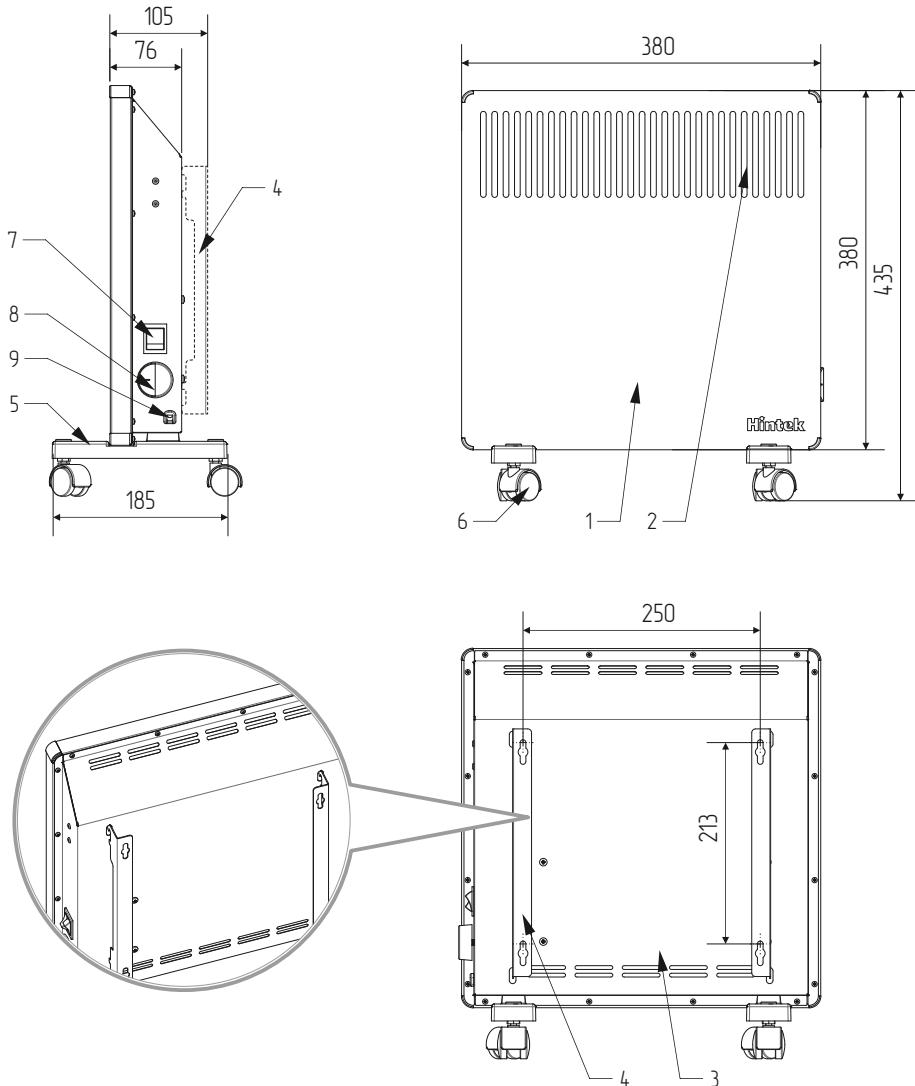

Рисунок 3.
6.3. Для настенного монтажа конвектора следует с помощью уровня и roulette (линейки) разметить на стене отверстия. Межцентровое расстояние посадочных отверстий указано на чертеже (см. рис. 3, 4).
**!** *ОБРАТИТЕ ВНИМАНИЕ на правильное расположение кронштейнов (см. рис. 3, 6).*